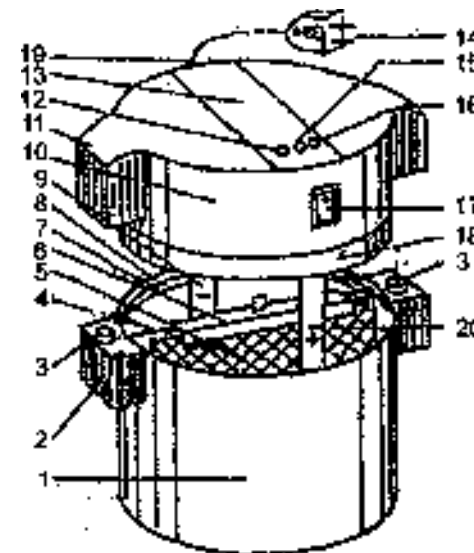

Рис. 1. Общий вид
- 4.1. Прибор состоит из нижнего сосуда (1), выемного сосуда (4) и верхнего колпака (10). (Рис. 1.)